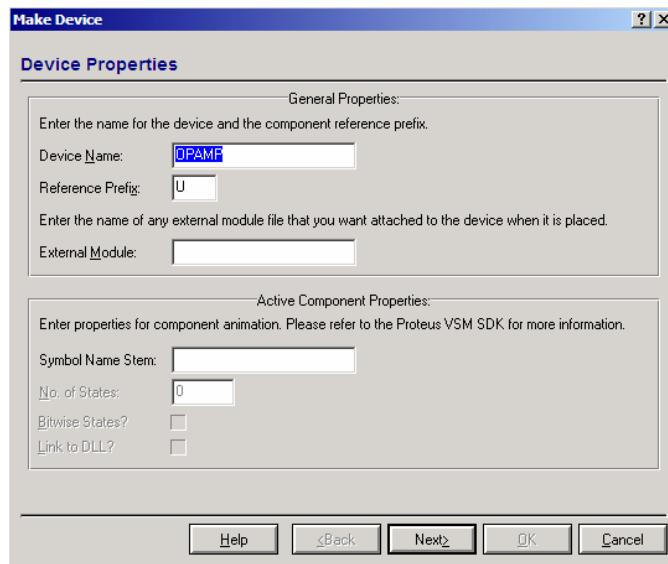

Figura 50: Janela *Make Device* para criar um componente.
4. Selecione o conjunto. Clique com o botão direito sobre o mesmo e escolha a opção: **Make device**  . Abrirá a janela da figura 50.